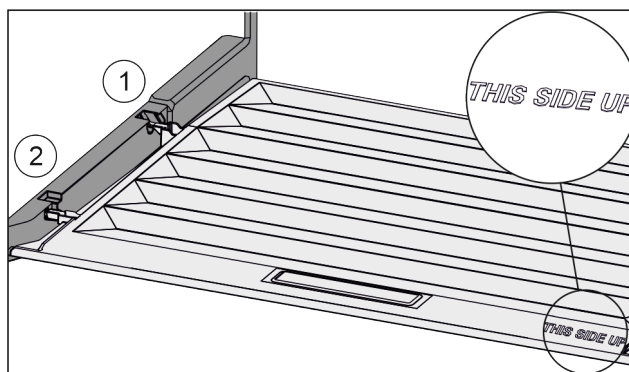

Fig. 84
- ▶ Výstupky veka zaveďte cez otvor zadného držiaka Fig. 84 (1) a zaistite vpredu v držiaku Fig. 84 (2).